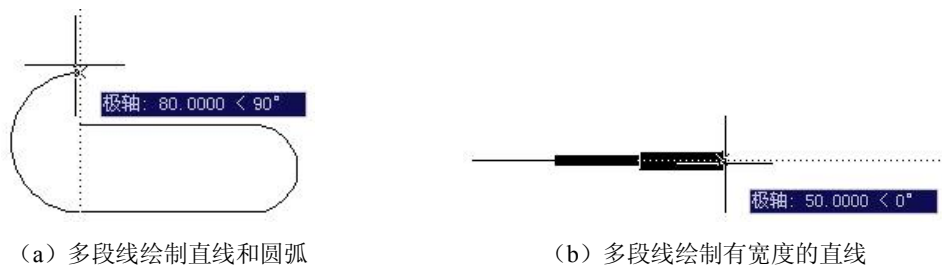

图 2-40 多段线的绘制
②多段线。可以绘制出由直线和圆弧组成的整体, 而且线宽可根据需要改变, 如图 2-40 所示。